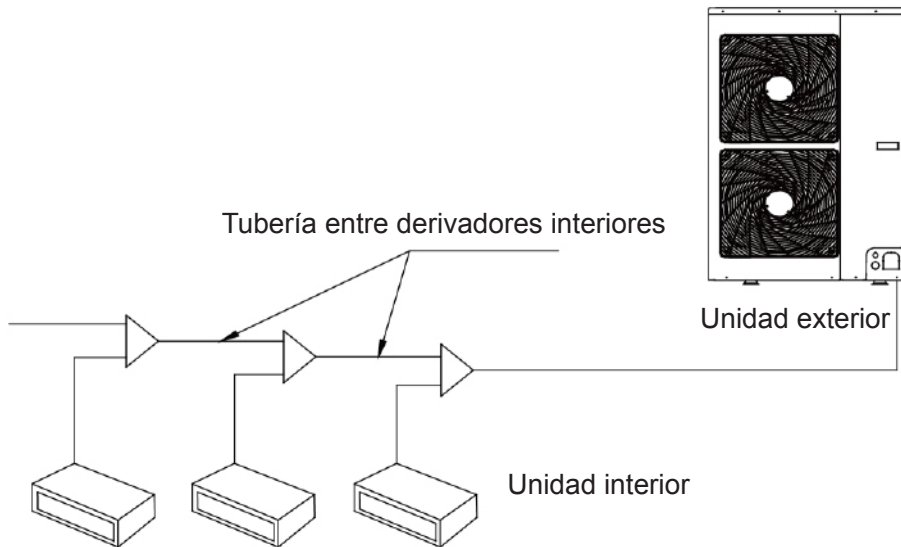

Fig. 10
- (1) Corte la tubería de conexión con un cortador de tubos para evitar que se deforme.
- (2) Retire las rebabas con la superficie de corte mirando hacia abajo para que los fragmentos no penetren en la tubería.
- (3) Retire las tuercas abocardadas que conectan la tubería de conexión interior, la tubería de conexión del módulo hidráulico y la unidad exterior. A continuación, emplee un abocardador para colocar la tuerca abocardada en la tubería (tal y como se muestra en la fig. 10).
- (4) Compruebe que la pieza abocardada esté abocardada uniformemente y no presente fracturas.